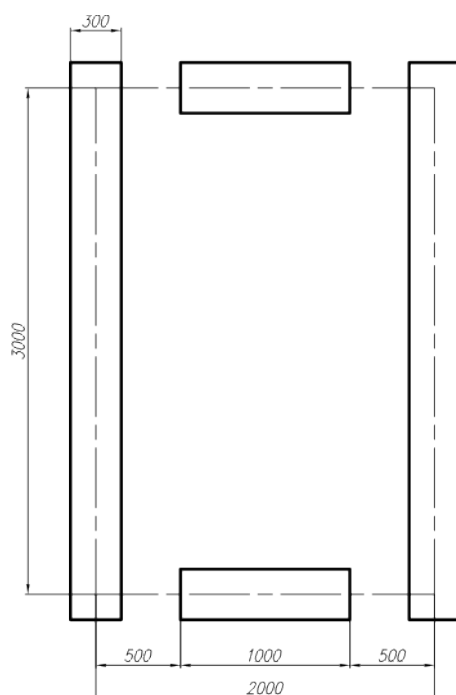

Рис. 5
3.4. На выбранном для установки теплицы месте сделайте планировку и разметку площадки в соответствии с рис.5. Проверьте шнуром или рулеткой равенство диагоналей площадки. Выкопайте на глубину 30 см траншеи для размещения анкерных элементов каркаса согласно тому же рисунку.
4.10. Соберите каркас теплицы на подготовленной в соответствии с рис.5 площадке.